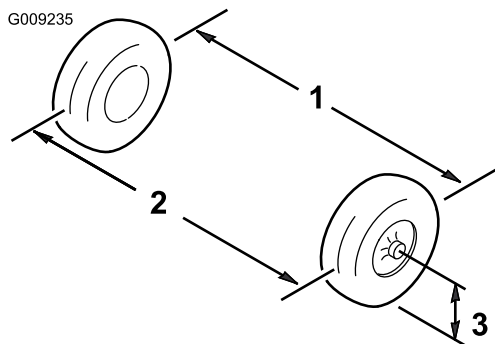

図 39
3. 前輪の前と後ろで、左右のタイヤの中央線間距離を測る; 計測はアクスルの高さで行う (図 39)。